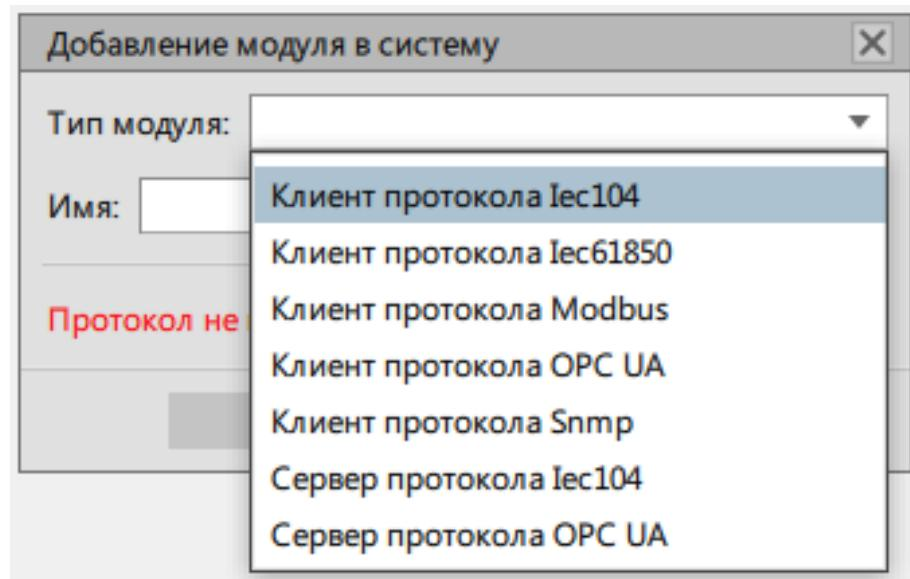

Рисунок 184 - Клиент протокола Iec104
14. Выберите модуль **Клиент протокола Iec104** и нажмите **OK** (Рисунок 184).